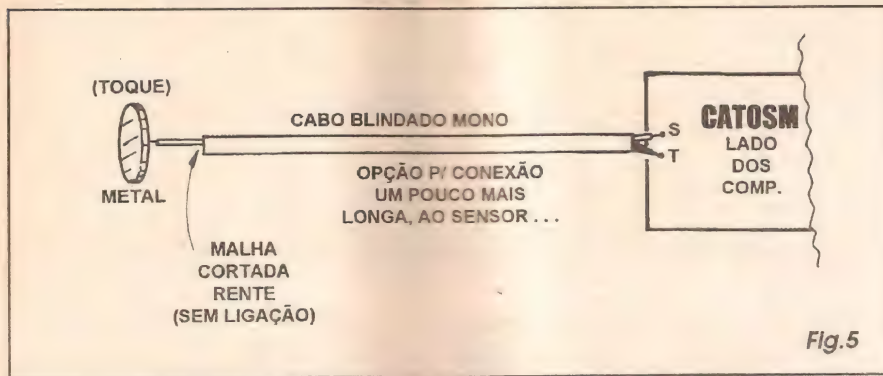

Fig.5
- FIG. 5 - OPÇÃO PARA LIGAÇÃO DO SENSOR COM CABO MAIS LONGO... - Conforme já foi explicado, devido ao método de sensoreamento do circuito, e à própria simplicidade deste, *paga-se um preço* que é o da hiper-sensibilidade, se o cabinho que liga a placa ao sensor for maior do que uns 15 cm. (e se o campo elétrico de 60 Hz, no local, for muito intenso...). como não está prevista a inserção de um ajuste de sensibilidade, é então fundamental manter a conexão do sensor *curta*... Se inevitavelmente o sensor precisar ficar a mais de 15 cm. da placa (num limite máximo que pode variar de 50 cm. a uns 2 metros, dependendo das circunstâncias particulares da instalação e do próprio local...), sua conexão deverá ser feita com cabo blindado mono, observando-se a ligação da *malha de terra* do cabo ao ponto T da placa (na extremidade correspondente ao impresso...). Já na ponta do cabo ligada ao sensor, apenas o fio *vivo* é utilizado, deixando a *malha* ser cortada rente, deixando sem ligação...